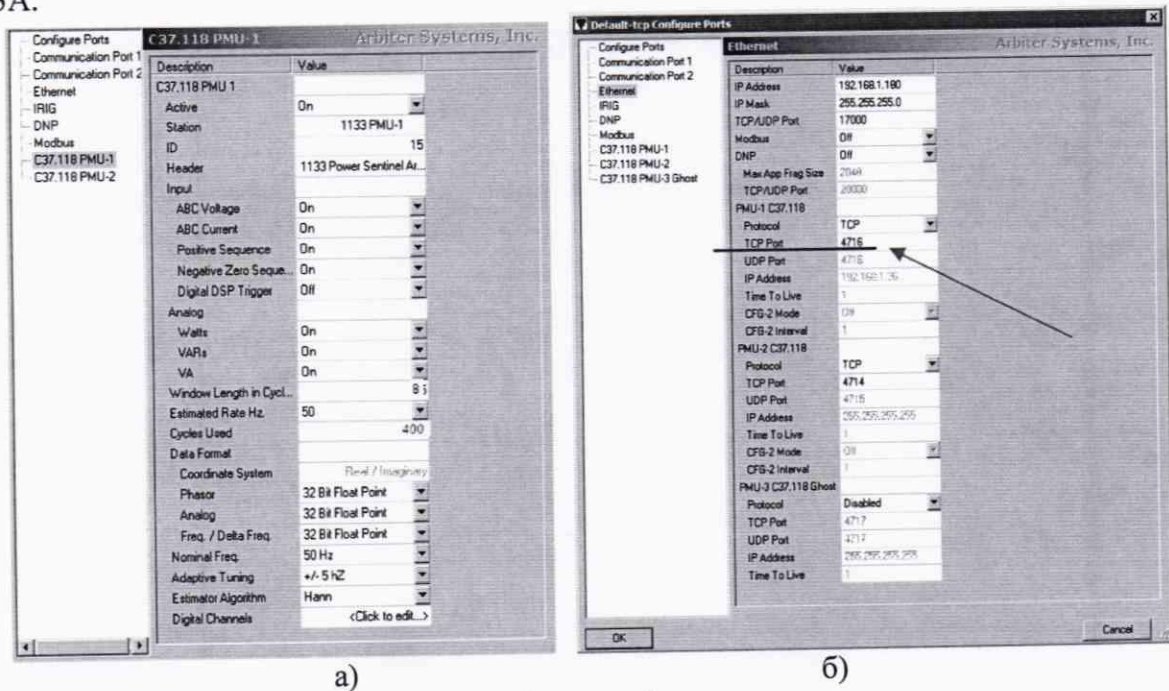

Рисунок 3
7.3.4.8 В ПО PSCSV™ выберите меню Connection > Configure> Communication Ports > C37.118 PMU1, (рисунок 3а) установить для счетчика 1133А:
7.3.4.9 Задать параметры конфигурации порта Ethernet, рисунок 3б). Из ниспадающего списка для PMU-1 C37.118 выбрать протокол TCP и записать номер TCP порта (4716, рисунок 3б)) определенный ПО PSCSV™, (номер TCP порта необходим для связи со счетчиком 1133 А в программе UVITest) и нажать кнопку ОК для записи параметров в память счетчика 1133А.